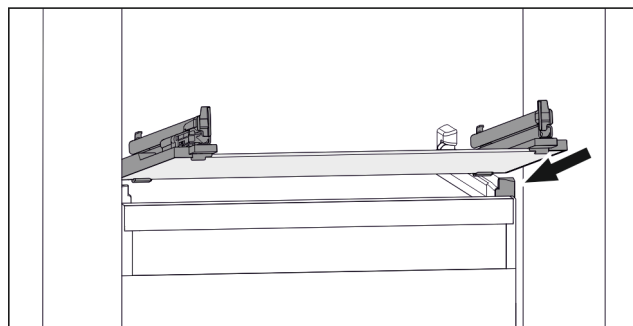

Fig. 63 Exemple de représentation de la tablette en verre
- Placer la tablette en verre, en l'inclinant, derrière les butées. (voir Fig. 63)